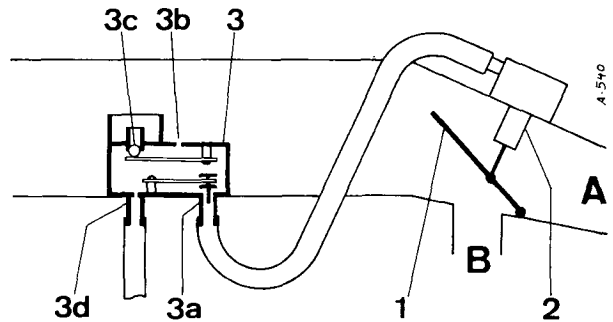

Bild 27
10. ANSAUGLUFTVORWÄRMUNG (Bild 27)
Zu Bild 27